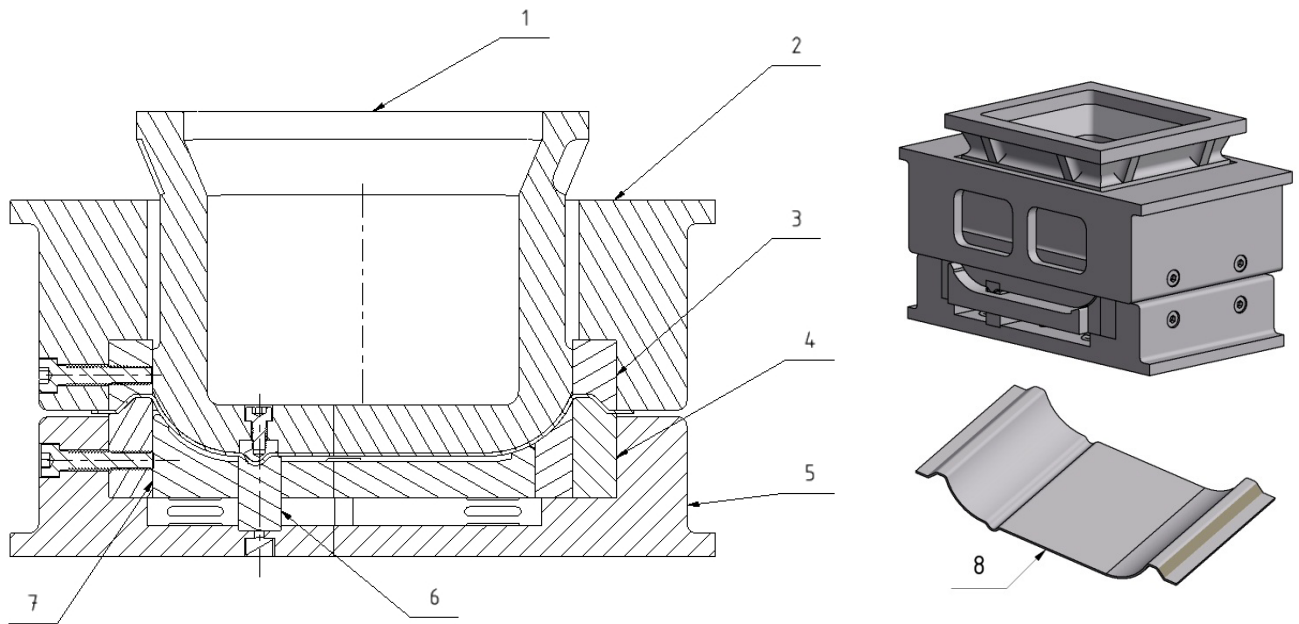

Bild 2-7 Ziehwerkzeug mit Bremswulst
■ Ziehwerkzeug mit Bremswulst	Bild 2-7